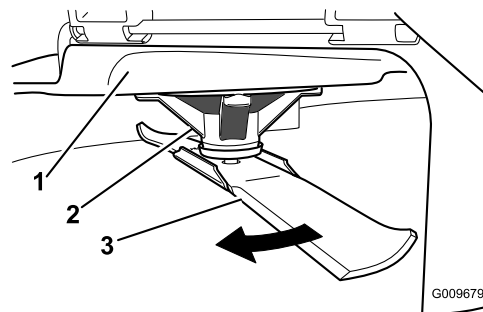

Bild 52
2. Tragen Sie dicke Handschuhe oder andere angemessene Handschuhe und drehen Sie das Messer, das Sie messen möchten, langsam in eine Stellung, in der das Messen des Abstands zwischen der Schnittkante und der ebenen Fläche der Maschine möglich ist (Bild 52).